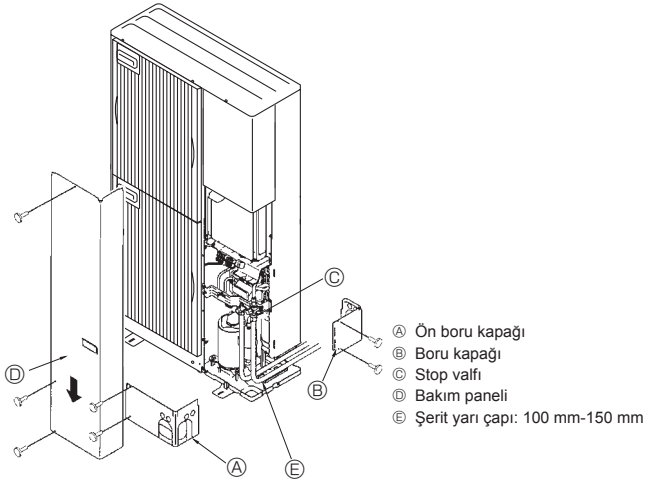

Fig. 4-4
4.3. Soğutucu boruları (Fig. 4-4)
4.4. Soğutucu borusu hava sızdırmazlığı test yöntemi (Fig. 4-4)